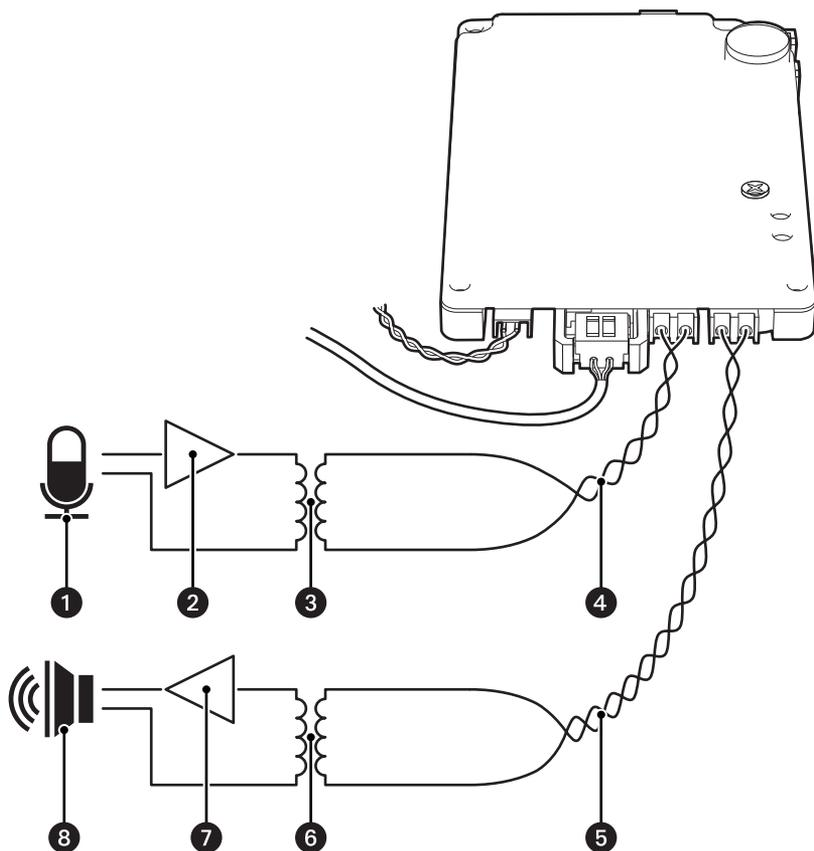

Figura 10. Conexão do áudio à TXB-IP
- Para aproveitar totalmente os benefícios de imunidade de distância e ruído do áudio, é necessário utilizar um transformador de igualação de impedância de 600 ohms e um cabo de par traçado (consulte a figura 10).